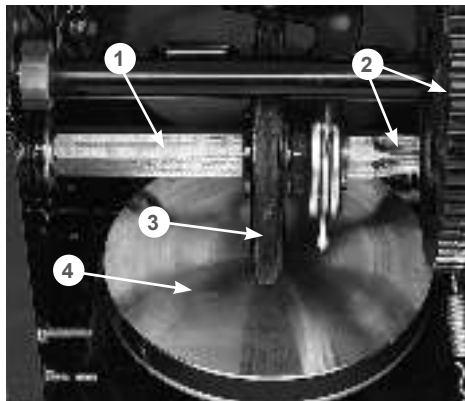

Рис. 45 Обслуживание трансмиссии
Если при нажатом рычаге включения хода снегоотбрасыватель не движется или при нажатии на рычаг включения хода слышны посторонние звуки, а регулировка длины троса включения хода не позволяет устранить проблему, возможно, фрикционное колесо 3 (Рис. 45) полностью износилось и его необходимо заменить.
4. Нанесите универсальную низкотемпературную смазку CHAMPION EP-0 тонким слоем на шестигранный вал фрикционного колеса и зубья шестерен 2 (Рис. 45).
Не допускайте попадания смазки на резиновое фрикционное колесо 3 и ведущий диск 4 (Рис. 45).
5. Проверьте состояние фрикционного колеса 3 (Рис. 45). Если высота резинового кольца относительно фрикционного колеса 2 мм и менее, если на резиновом кольце имеются повреждения и разрывы, фрикционное колесо необходимо заменить.